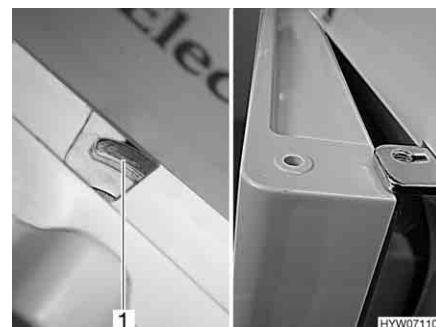

Bild 193 Kühlschranktür/Frosterfachtür in Lüftungsstellung (Dometic 7er-Reihe mit separatem Frosterfach)
- Verriegelung ganz nach rechts schieben. Die Kühlschranktür/Frosterfachtür ist mit Hilfe der Türarretierung (Bild 193,1) fixiert. Die Kühlschranktür/Frosterfachtür bleibt damit leicht geöffnet (Bild 193).